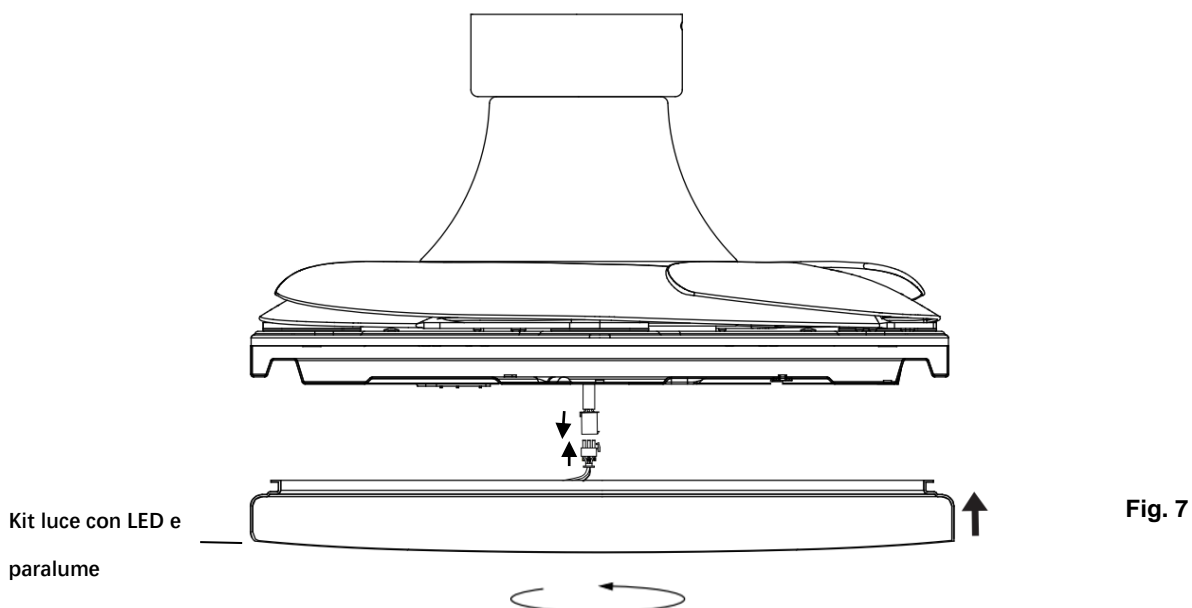

Fig. 7
4. Collegare il connettore rapido al kit luce con LED e paralume (Fig. 7).
5. Installare il kit luce con LED e paralume sulla piastra del kit luce ruotandolo in senso orario (Fig. 7).